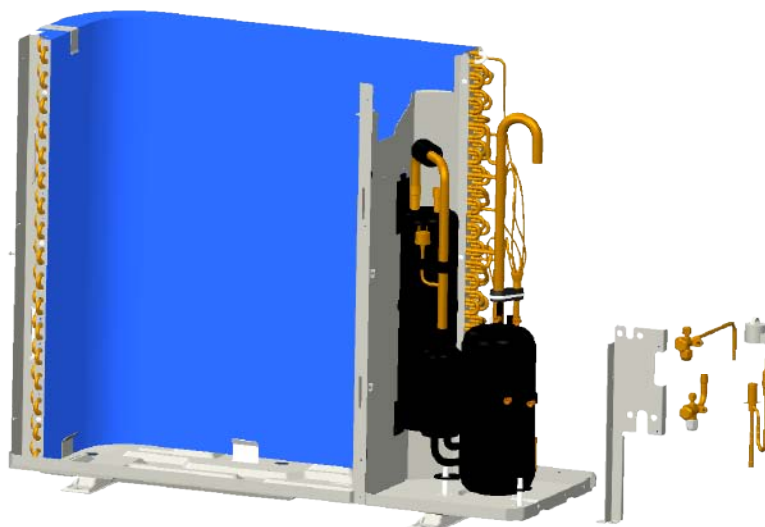

Fig.13
② Sacar la válvula de líquido.
- Desoldar los tubos (Fig. 13)